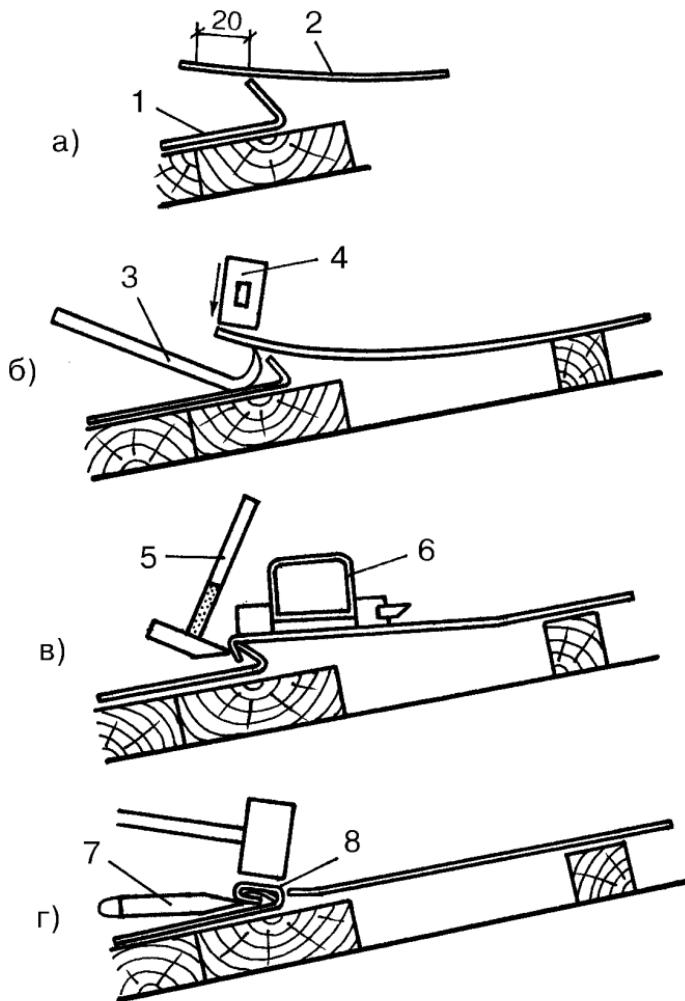

Рис. 56. Соединение картин надстенного желоба и рядового покрытия при устройстве кровли
При укладке рядовых картин в последнюю очередь делают фальцевые соединения с надстенными желобами. Одинарный фальц, связующий надстенный желоб и рядовое покрытие, делается следующим образом (рис. 56):
- ◊ нижний продольный край рядового покрытия 2 укладывается на заранее сделанный отгиб надстенного желоба 1. Затем рядовое покрытие обрезается так, чтобы осталась свисающая кромка шириной не более 20 мм (рис. 56 а);
- ◊ с помощью металлической лапы 3 и киянки 4 обрезанная кромка рядового покрытия загибается вниз (рис. 56 б);
- ◊ фальцевое соединение уплотняется зубилом и киянкой (рис. 56 г).